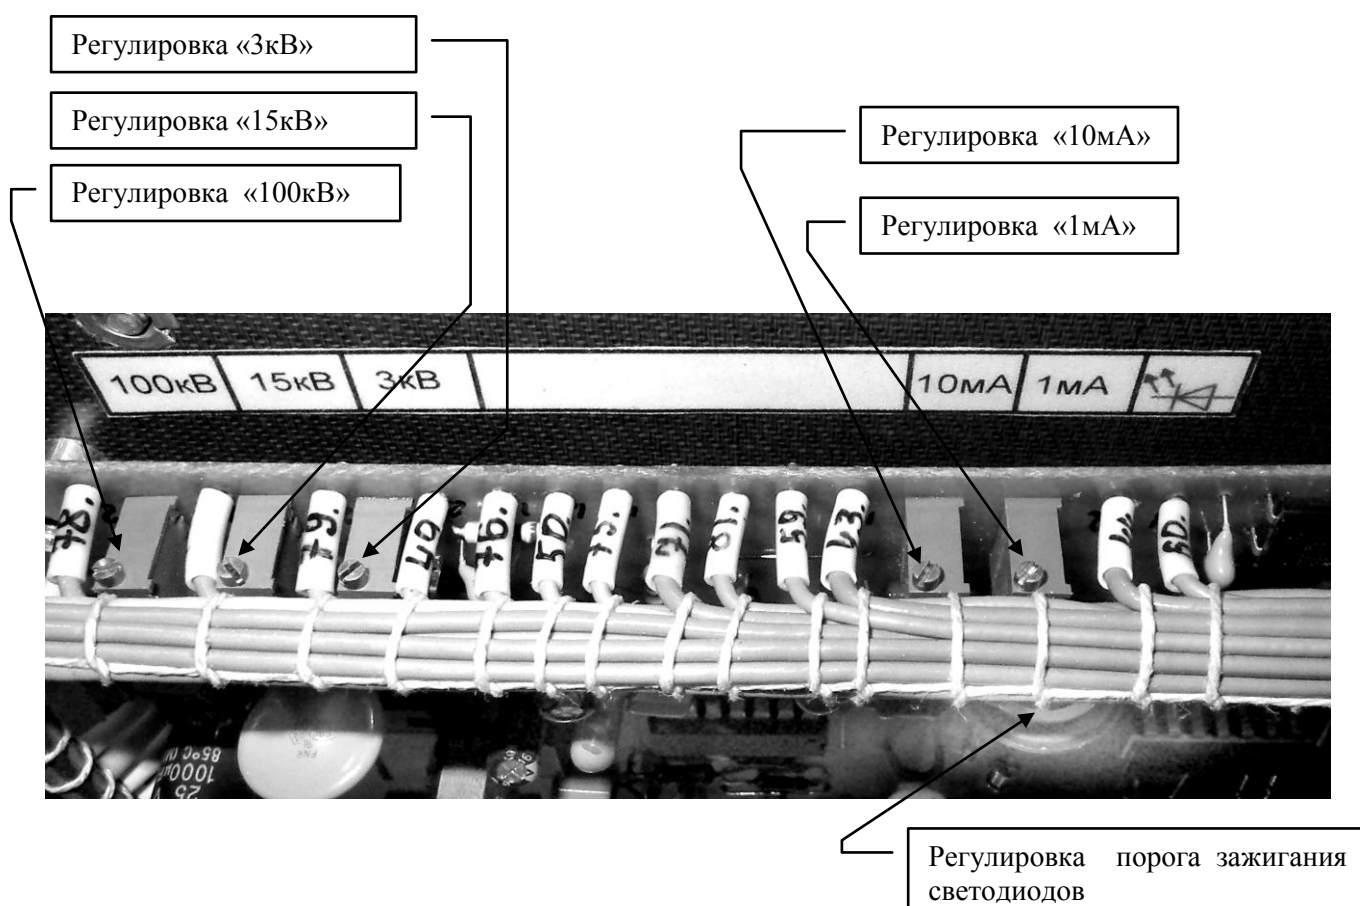
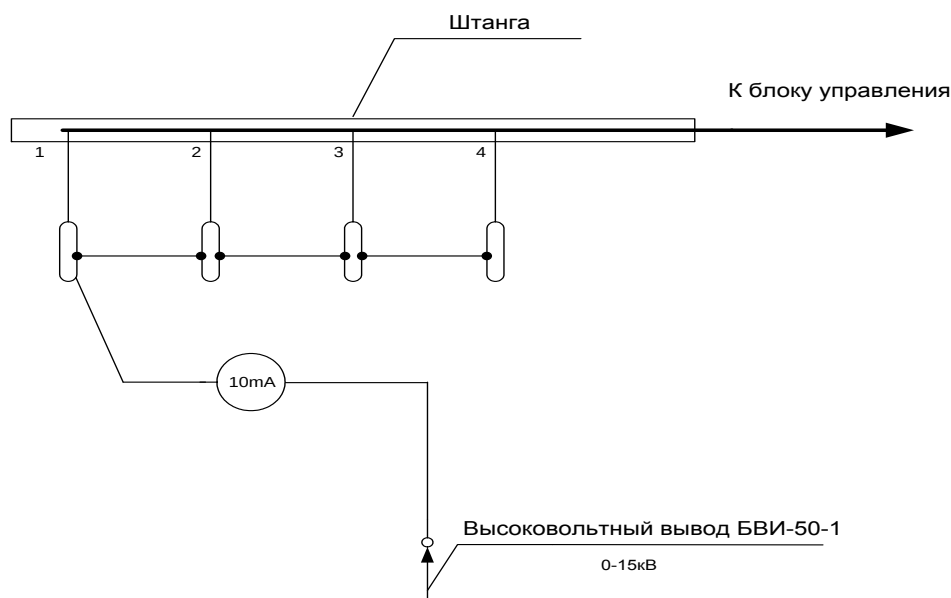

Рис. 3. Размещения регулировочных резисторов на плате А2 (Узел управления 2) блока управления.
Рис. 4. Схема подключения блока БВИ-50-1 при калибровке порога зажигания светодиодов.
- Отрегулировать показания киловольтметра стенда регулировочным резистором «**3кВ**», расположенным на плате А2 блока управления (см. рис.3). Плата закреплена на правой боковине блока управления.
- Отрегулировать показания киловольтметра стенда регулировочным резистором «**15кВ**», расположенным на плате А2 блока управления (см. рис.3). Плата закреплена на правой боковине блока управления.
- Включить сектор стенда - «100кВ» и установить напряжение **50 кВ**, контролируя его значение **по образцовому киловольтметру**. Киловольтметр стенда должен показывать **100 кВ**. При необходимости отрегулировать показания киловольтметра стенда регулировочным резистором «**100 кВ**», расположенным на плате А2 блока управления (см. рис.3). Плата закреплена на правой боковине блока управления.
- Установить необходимое значение выходного тока **по образцовому миллиамперметру** в пределах 0 – 1 мА. **При нажатой кнопке** произвести регулировку миллиамперметра стенда регулировочным резистором «**1мА**», расположенным на плате А2 (см. рис.3). Плата закреплена на правой боковине блока управления.
- Установить необходимое значение выходного тока **по образцовому миллиамперметру** в пределах 0 – 10 мА. При необходимости произвести регулировку миллиамперметра стенда регулировочным резистором «**10мА**», расположенным на плате А2 (см. рис.3). Плата закреплена на правой боковине блока управления.
- Собрать схему, изображенную на рис.4. Переключателем «Ток утечки» включить любой из каналов «1» - «4». Включить сектор «15кВ». Установить выходной ток **6,0 мА**. Резистором, расположенным на плате А2 (см. рис.3) отрегулировать порог зажигания светодиода включенного канала.